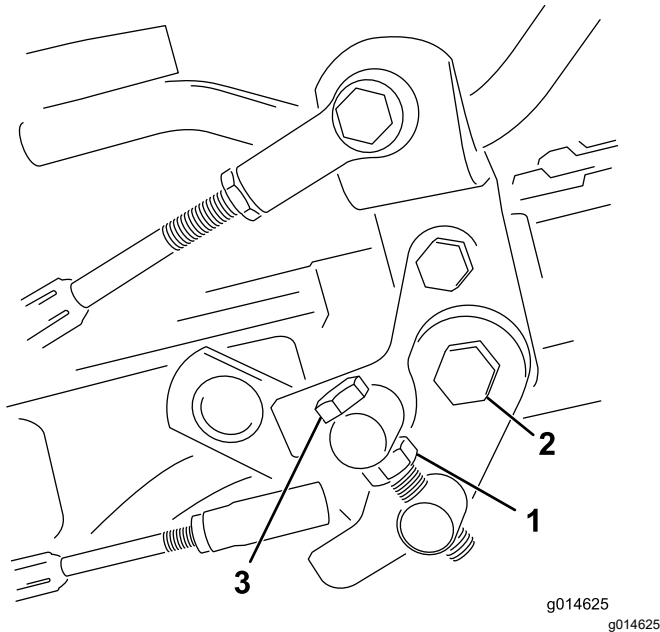

Figura 42
1. Desserrez l'écrou de blocage sur le boulon de tourillon (Figura 42).
4. Serrez l'écrou de blocage sur le boulon de tourillon et l'écrou sur le pivot de la pédale pour bloquer le réglage (Figura 42). Vérifiez le réglage et ajustez-le si nécessaire.